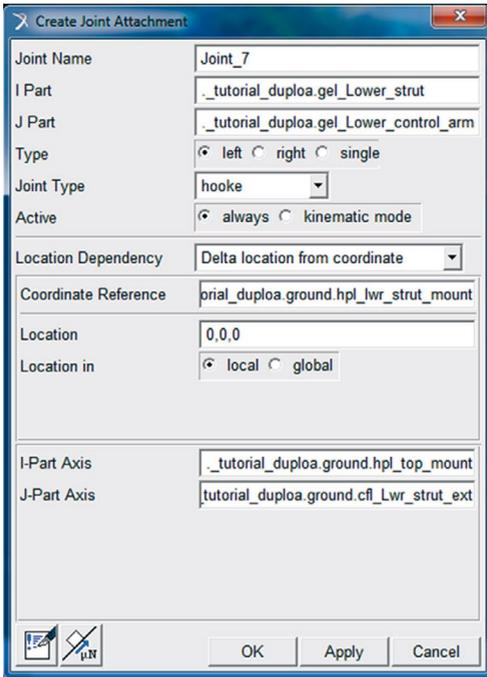
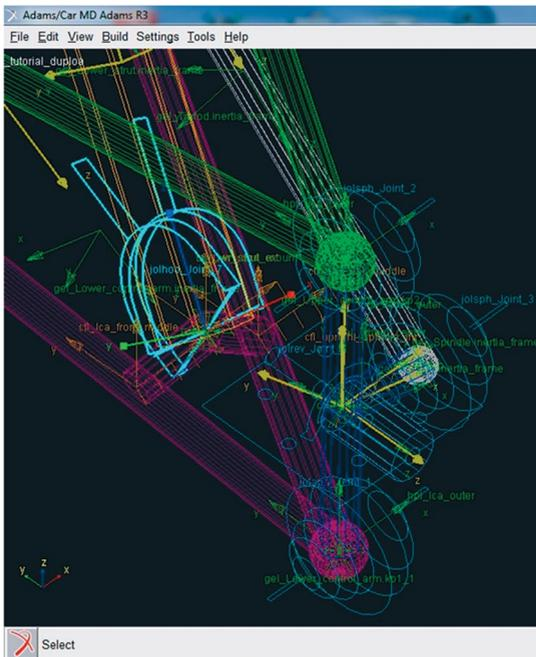

Figura 5.128 – Preenchimento da caixa de diálogo para criação da junta 7, do tipo *Hooke*.
Figura 5.129 – Ilustração em destaque da junta *Hooke* construída.
- Preencha os campos da janela *Create Joint Attachment*, de acordo com o mostrado na Figura 5.128.
A Figura 5.129 ilustra a junta *Hooke* construída, a partir do preenchimento da caixa de diálogo mostrada na Figura 5.128.